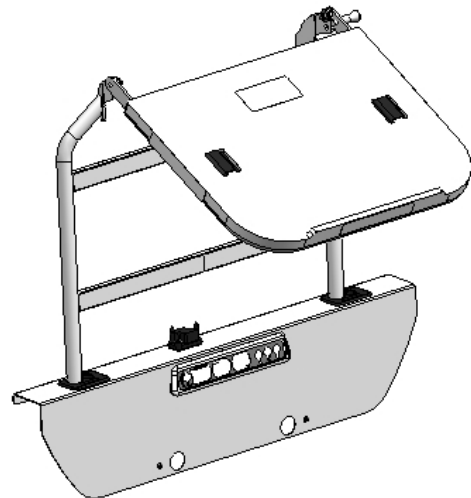

Figure 2
- À la gauche de la boîte (tête/pied) (Figure 2)
2. Pour obtenir la position tablette d'écriture (Figure 2), soulevez le plateau d'environ 30° et relâchez le verrou.